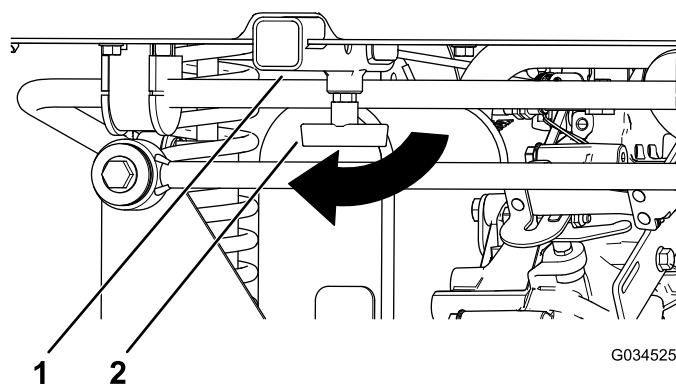

Figura 5
5. Afloje la maneta en "T" del tubo receptor (Figura 5).